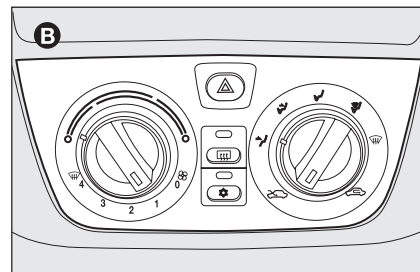

fig. 6
- ☐ avec climatiseur manuel **B-fig. 6**;